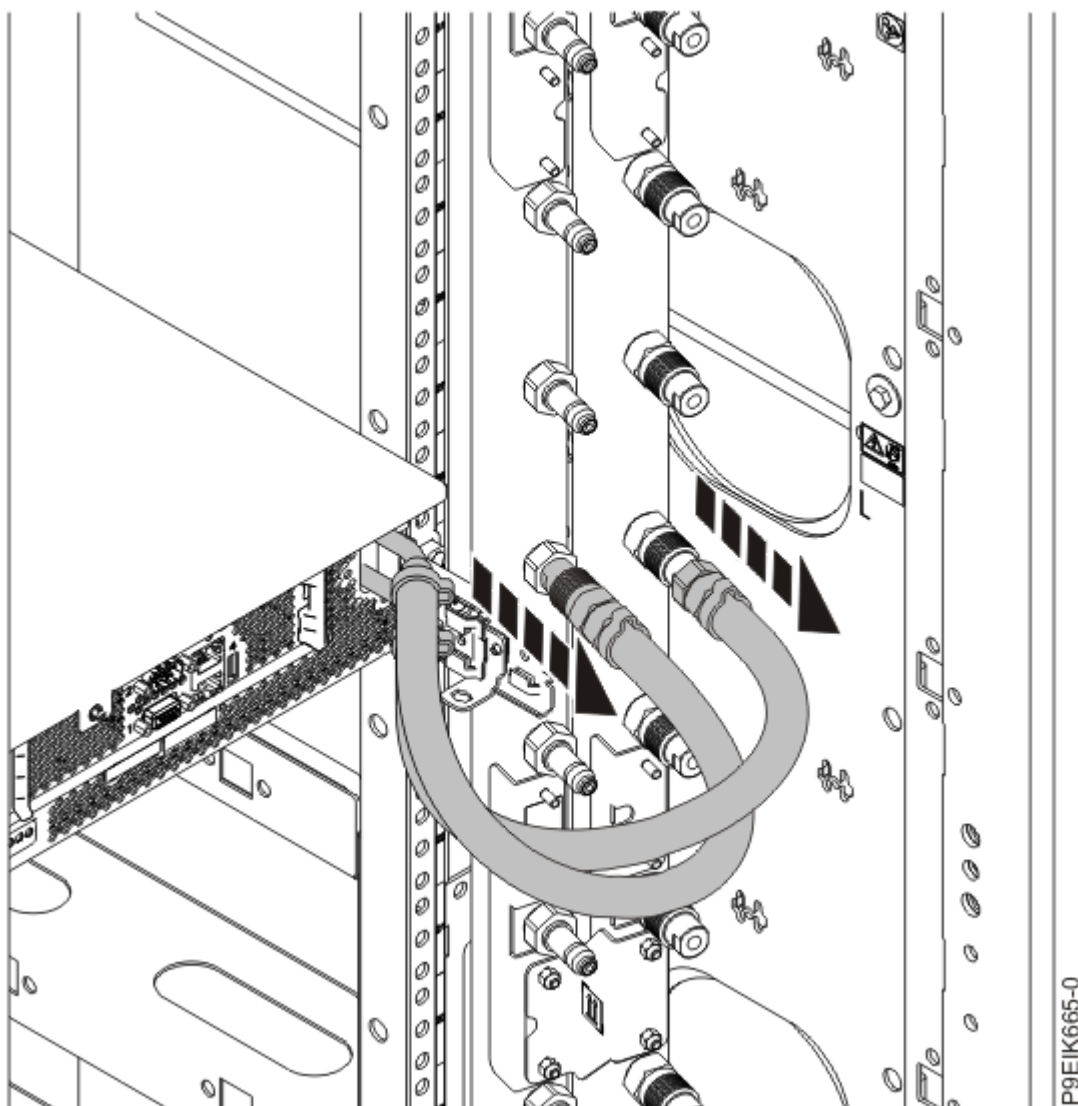

Figura 103. Desconexión de las mangueras de agua
2. Para un sistema con refrigeración por agua, etiquete y desconecte las mangueras de agua del colector. Tire del enganche hacia usted para desconectar las mangueras de agua, tal como se muestra en la Figura 103 en la página 134.